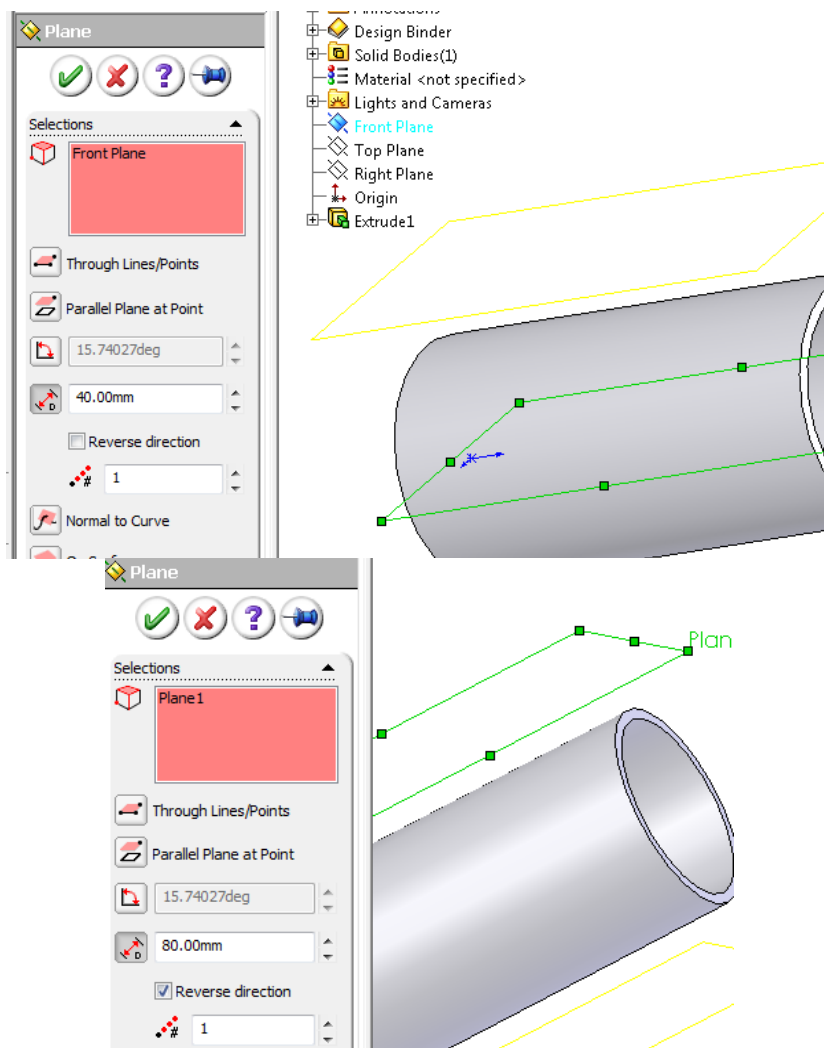

рис. 1.3. Створення допоміжних площин
- Створимо дві допоміжні площини, розмістивши першу на відстані 40 мм від однієї з площин симетрії попереднього циліндра, а іншу створимо симетрично відносно площини симетрії – на відстані 80 мм (див. рис. 1.3).